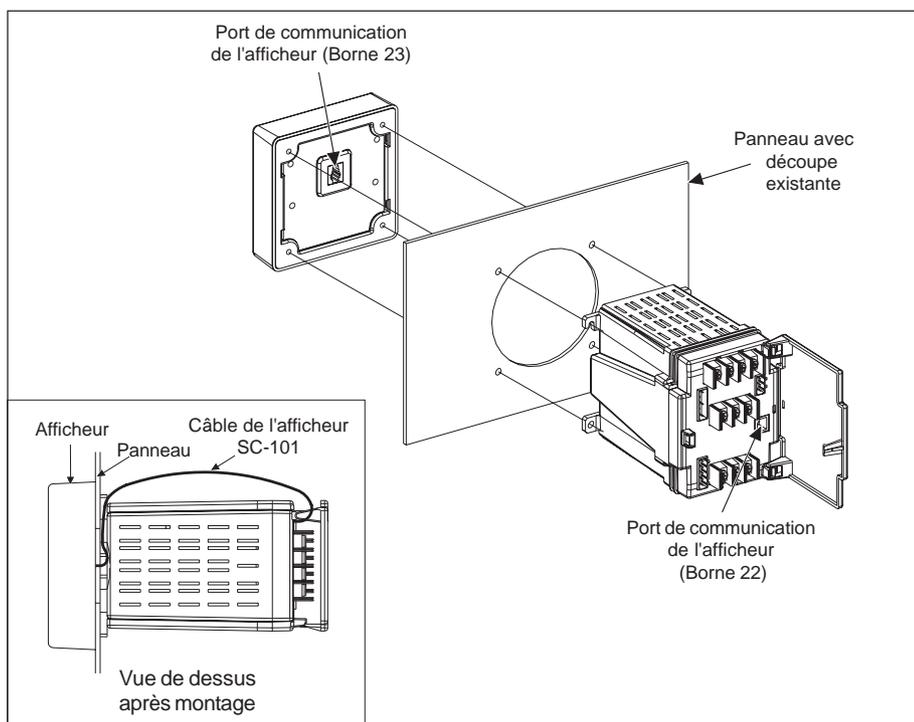

Figure 4-1 : Montage du Power Meter et de l'afficheur sur un panneau comportant une découpe d'ampèremètre/voltmètre
- l'afficheur monté à l'avant du panneau de l'équipement électrique, le Power Meter monté à l'arrière du panneau (figure 4-1, page 15)
2. Placer l'afficheur contre l'avant du panneau. De l'autre côté du panneau, aligner les trous de montage du panneau avec ceux de l'afficheur (voir la figure 4-1, page 15).
3. Brancher une extrémité du câble de communication de 30 cm (1 pi) fourni avec l'afficheur sur le port de communication (borne 23, figure 4-1) à l'arrière de l'afficheur.
4. Accrocher les pattes de montage du Power Meter sur les deux vis de montage supérieures dépassant de l'arrière de la porte ou du panneau. Acheminer le câble vers la droite (côté à charnières) pour qu'il ne soit pas coincé entre le Power Meter et le panneau (figure 4-1).
6. Brancher l'autre extrémité du câble de communication sur le port de communication de l'afficheur (borne 22, figure 4-1) du Power Meter.